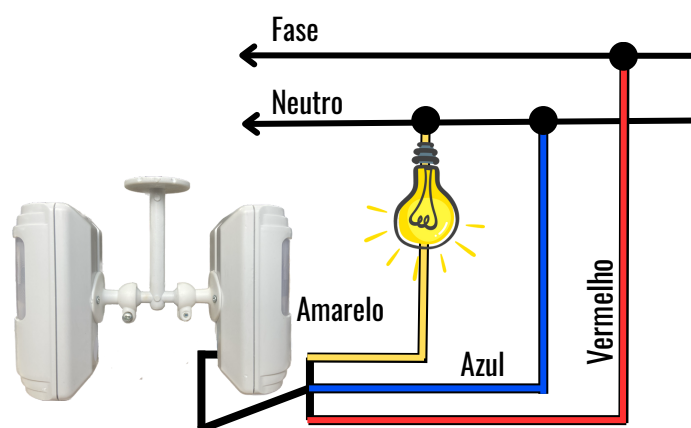

Figura 2
3. Identifique os fios e conecte-os conforme a figura 2, tomando cuidado para não invertê-los;